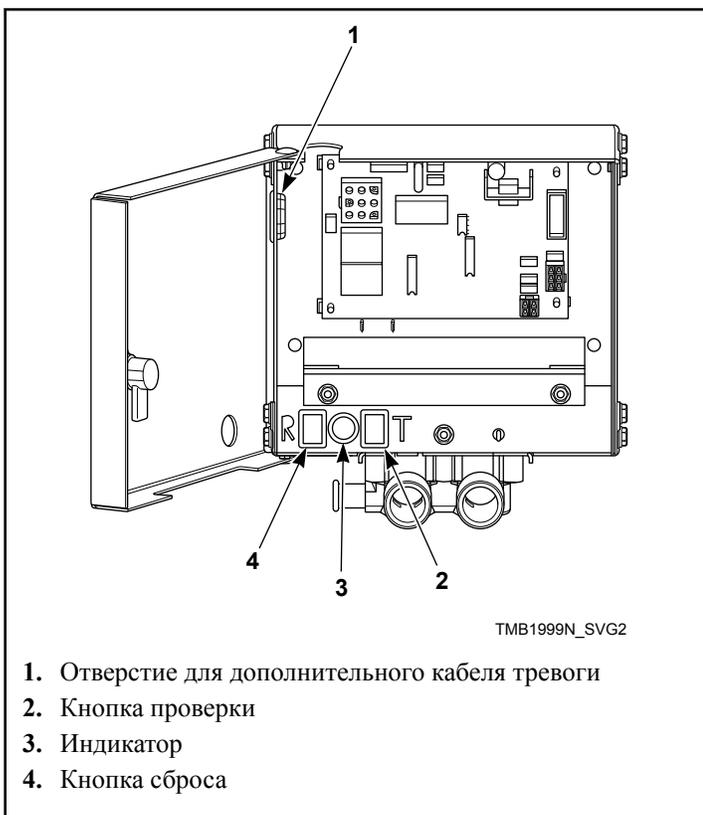
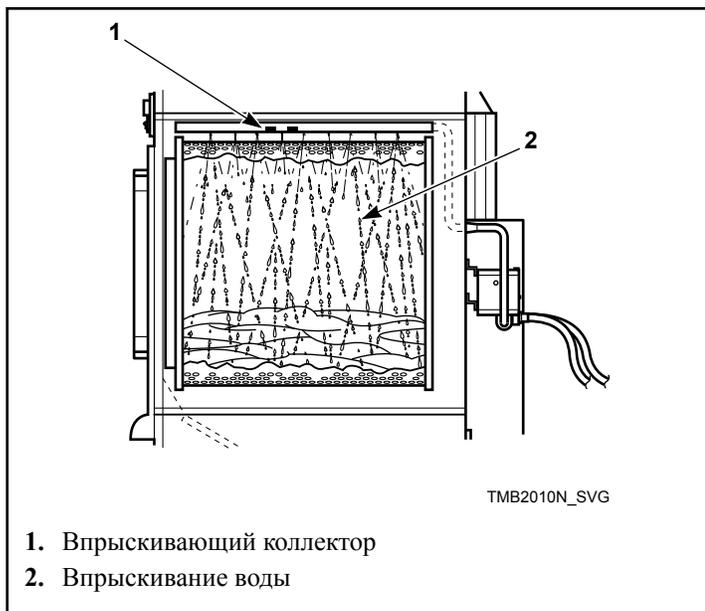

Рис. 67
Рис. 68
6. Нажав и удерживая кнопку проверки, убедитесь в работе индикатора, что займет приблизительно пять секунд. См. Рис. 67. После односекундной паузы должно начаться впрыскивание воды в цилиндр.
7. Через 15 секунд впрыскивания воды нажмите и удерживайте кнопку сброса, пока не завершится впрыскивание воды и не погаснет индикатор. Это должно занять приблизительно одну секунду. См. Рис. 67 и Рис. 68.